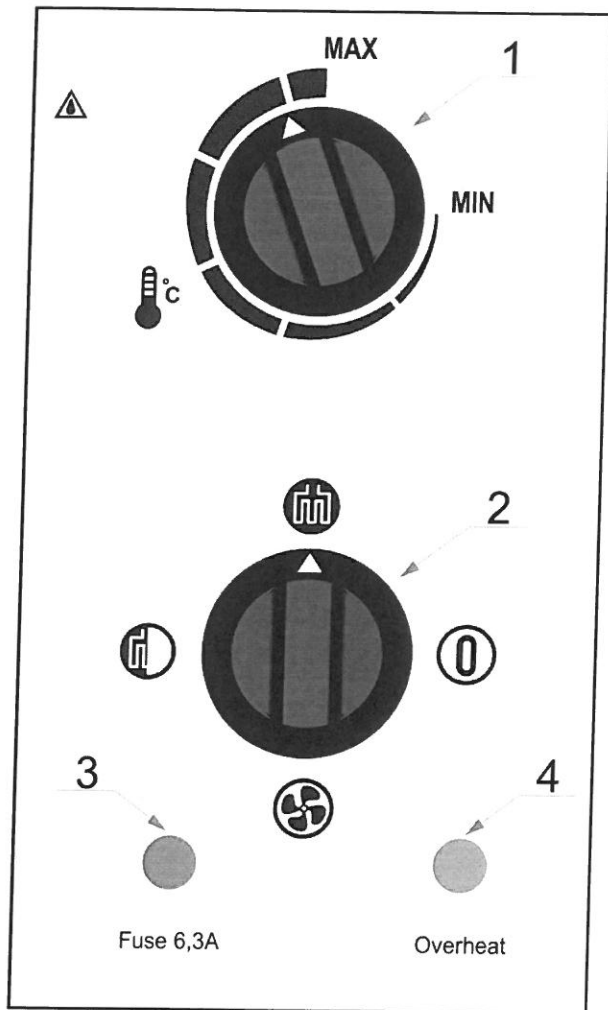
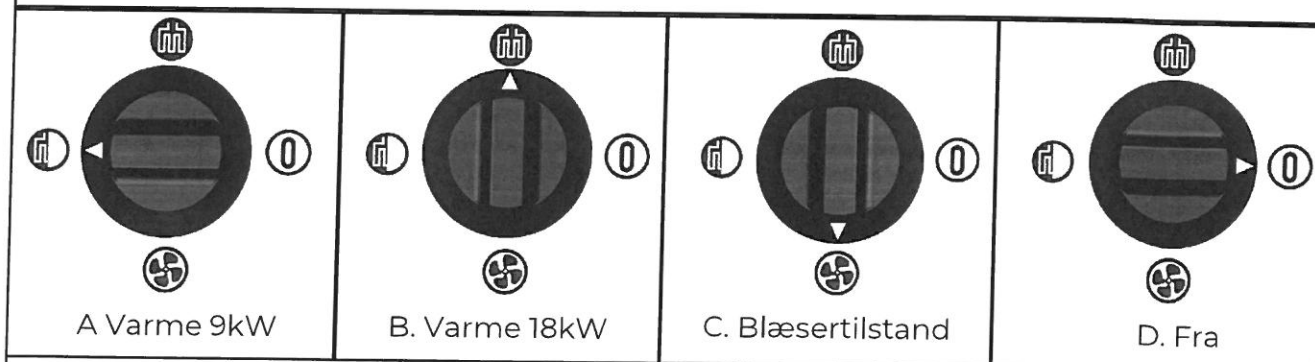

Fig.2 Kontrolpanel elementer beskrivelse.
Fig. 5 Funktionskontakt-tilgængelige muligheder
Tænd for enheden, og start varmeren ved at justere funktionsomskifteren (nr. 2 fig. 2) til den ønskede position:  opvarmning af 9kW eller  opvarmning af 18kW eller  blæsertilstand (A, B eller C Fig. 5) Rumvarmeren er udstyret med en justerbar termostat. Den nødvendige temperatur indstilles ved hjælp af justeringsknappen (nr. 1 fig. 2). hvorefter varmeapparatet kører automatisk.
Maskinen skal køles ned, før den slukkes ved at dreje funktionsomskifteren til den position, der er vist i pos. C. Fig. 5 ( blæsertilstand). Med en sådan indstilling skal maskinen arbejde i 10 minutter før den går over til  FRA (pos. D Fig. 5) eller inden afbrydelse af netforsyningen.
For at få dette drej funktionsomskifteren til den position, der er vist i pos. C. Fig. 5 ( blæsertilstand).
For at forhindre problemer forårsaget af slukning uden forudgående nedkøling er efterventilationsfunktionen blevet implementeret. Funktionen bruges automatisk i tilfælde af forkert slukning af enheden uden forudgående nedkøling eller for kort køletid. Efter at have slukket maskinen ved hjælp af funktionsomskifteren til position  (pos. D Fig. 5) fungerer ventilatoren. Dette kan udføres med tidsforsinkelse (flere sekunder uden handling) eller uden (vil fortsætte med at arbejde).
- Afkøl varmelegemet i 10 minutter, og sluk for maskinen ved hjælp af funktionskontakten (pos. D Fig. 5).
- Tænd for maskinen ved at dreje funktionsomskifteren til den ønskede position (pos. A, B eller C Fig. 5).
- Kontrollér sikringen (pos.3 Fig. 2). Brug kun en sikring på 6,3A til at udskifte sikringen.
- I tilfælde af overophedning lyser indikatoren for overophedning (pos. 4, fig. 2). Overophedningsbeskyttelsen skal nulstilles manuelt ved at trykke på reset - knappen (pos. 5, fig.1), når maskinen er kølet ned i ca. 10 minutter. Hvis dette ikke afhjælper problemet, skal du kontakte en sælger for at få support.